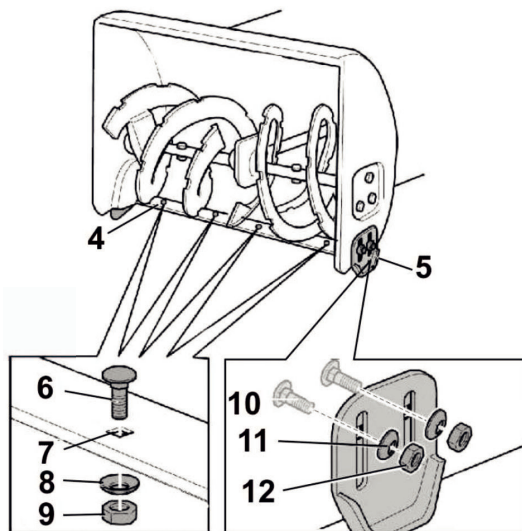

Рис. 9
**7.2. Регулировка ограничительных башмаков (Рис. 9)**